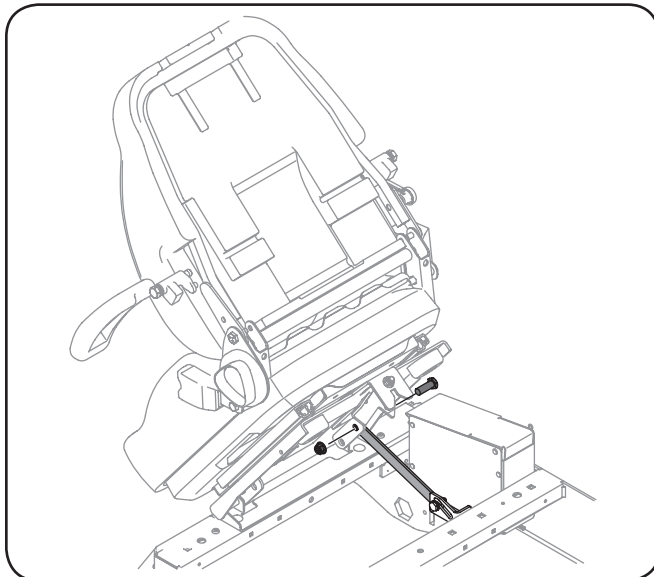

Figure 3-10
3. Retirez le boulon à épaulement et l'écrou autobloquant à bride du sac contenant le manuel, puis installez la tige de support. Voir Figure 3-10.